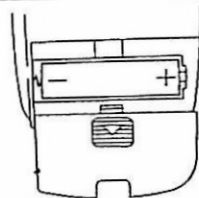

Fig. 10
- ① Pour enlever le couvercle du logement de la pile, faire coulisser celui-ci tout simplement dans la direction de la flèche.
- ② Insérer la pile en alignant les polarités indiquées dans le logement de la pile. (Fig. 10)
- ③ Faire coulisser le couvercle du logement de la pile le long de l'unité pour fermé celui-ci. Vérifier si le couvercle est fermé sûrement.